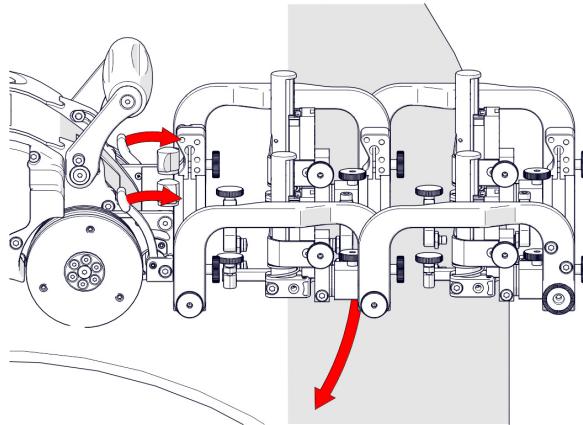
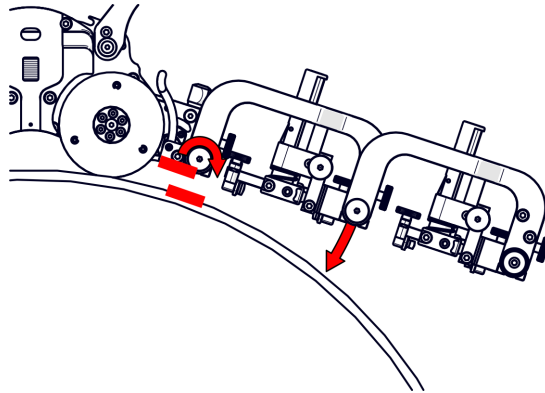

Abbildung 2-97 Ausrichten der schwenkbaren Halterung auf die Scanfläche
Abbildung 2-98 Einstellen des hinteren Drehknopfes
3. Montieren Sie den Prüfkopfhalterahmen am Fahrwagen (weitere Einzelheiten siehe „Kabelhalterung“ auf Seite 57). Achten Sie bei der Montage des Prüfkopfhalterahmens darauf, dass sich die Befestigungsknöpfe an der Vorderseite (nicht am Fahrwagenseite) befinden (siehe Abbildung 2-97 auf Seite 112).
4. Lösen Sie die beiden Hebel der schwenkbaren Halterung (siehe Abbildung 2-97 auf Seite 112), um diese parallel zur Scanfläche zu positionieren (siehe Abbildung 2-98 auf Seite 113). Wenn die Ausrichtung mit der Scan-Oberfläche hergestellt ist, verriegeln Sie die Hebel der Fahrwagen-Schwenkhalterung.
5. Lösen Sie den hinteren Drehknopf, um den Schweißnaht-Scanrahmen auf die Prüfoberfläche abzusenken (siehe Abbildung 2-98 auf Seite 113).